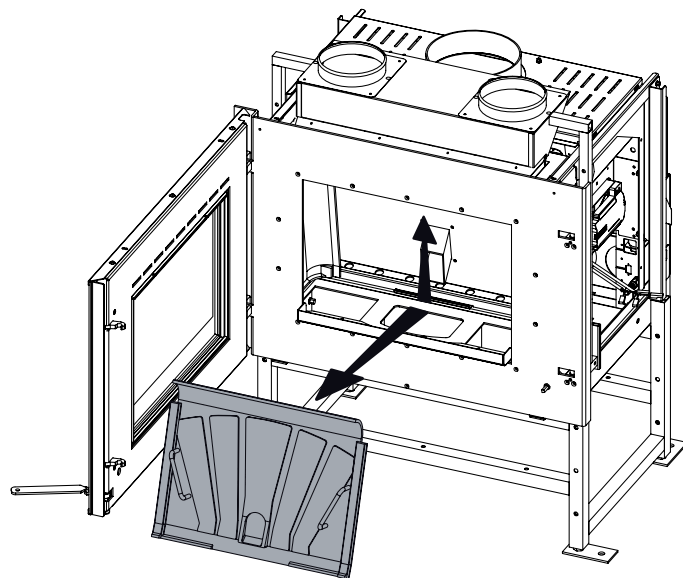

Fig. 15.7
- 1) soulever le panneau en fonte de façon à ce qu'il sorte des encastresments situés dans la partie basse (certains modèles sont dotés d'une poignée pour en favoriser l'extraction (Fig. 15.7) ;
- 2) incliner la partie inférieure du panneau en fonte vers la porte et le retirer complètement (Fig. 15.7) ;